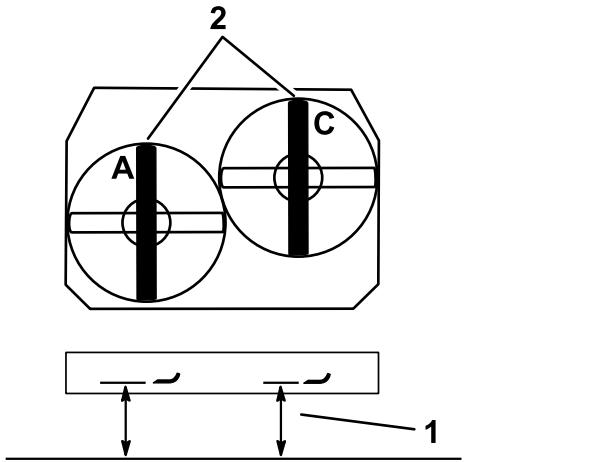

Figura 82
3. Misurate la lama sinistra al punto **A** da una superficie piana fino al tagliente della punta della lama e annotate la misura rilevata (Figura 82).
4. Misurate la lama destra al punto **C** da una superficie piana fino al tagliente della punta della lama e annotate la misura rilevata (Figura 82).
7. Regolate i dadi di regolazione nelle forcelle, nei punti **A** e **C** per ottenere l'altezza corretta (Figura 82).
3. Misurate la lama destra al punto **C** da una superficie piana fino al tagliente della punta della lama e annotate la misura rilevata (Figura 82).